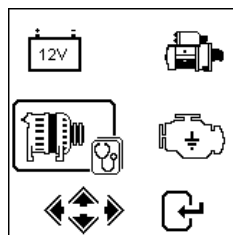

Fig.46
3. Dal MENU principale (Fig.46), selezionare  facendo scorrere verso sinistra con il tasto .
13. Premendo il tasto  per uscire e tornare alla schermata del menu principale (Fig.46).